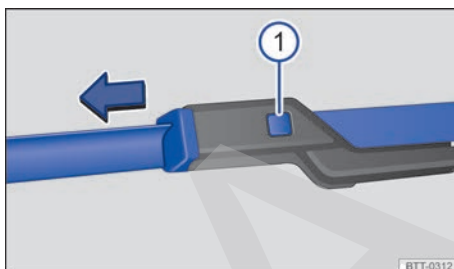

Fig. 111 Sustituir las escobillas de los limpiaparabrisas.
- Mantener la tecla de desbloqueo → fig. 111 ① presionada y, al mismo tiempo, retirar la escobilla del limpiaparabrisas en el sentido de la flecha.